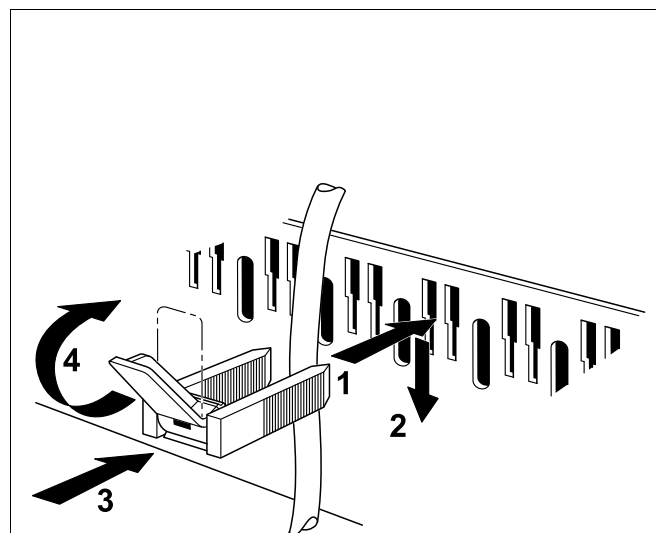

Рис. 18 Крепление провода хомутом
- Все провода закрепить хомутами (рис. 18):
- Вставить хомут с проводом сверху в шлицы рамки (рис. 18); пластинка рычага должна быть при этом направлена вверх (рис. 18, шаг 1).
- Сдвинуть хомуты вниз (рис. 18, шаг 2).
- Нажать на хомут (рис. 18, шаг 3).
- Повернуть рычажок вверх (рис. 18, шаг 4).